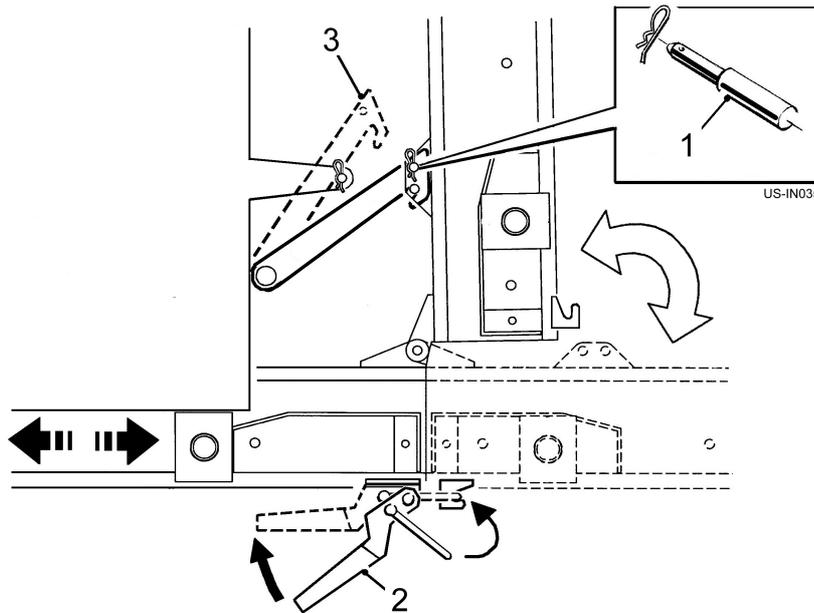

Fig 12
- 1 Enlevez l'épingle du transport (item 1, fig 12).
3. Fermez à clé le porteur avec les prises inférieures (item 2, fig 12).
4. Dégagez le crochet de la serrure de sûreté (item 3, fig 12) et placez dans arrimage.
5. Obtenez avec l'épingle du transport (item 1, fig 12).
1. Déverrouillez le porteur prises inférieures (item 2, fig 12).
2. Enlevez l'épingle du transport (item 1, fig 12).
3. Engagez le crochet de la serrure de sûreté (item 3, fig 12) sur le porteur.
5. Insérez l'épingle du transport (item 1, fig 12).